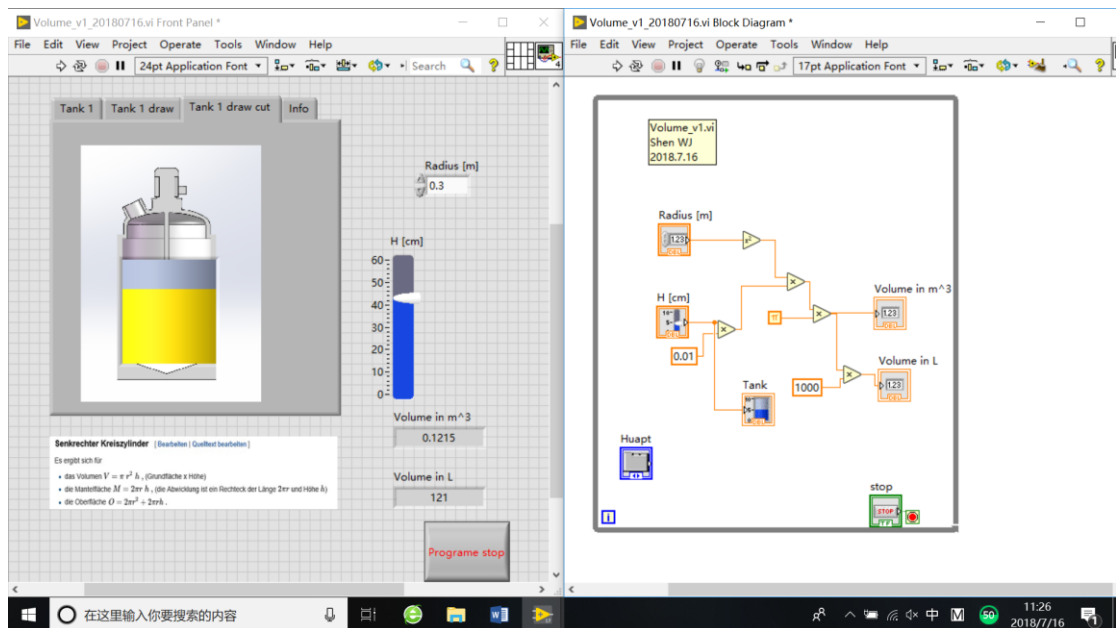

图 2-1
07.16 上午的课程我们介绍了 LabVIEW 软件并通过计算圆柱体积（见下图 2-1）来对软件有一个全方位的了解，包括 color, size, properties 等方面细节。